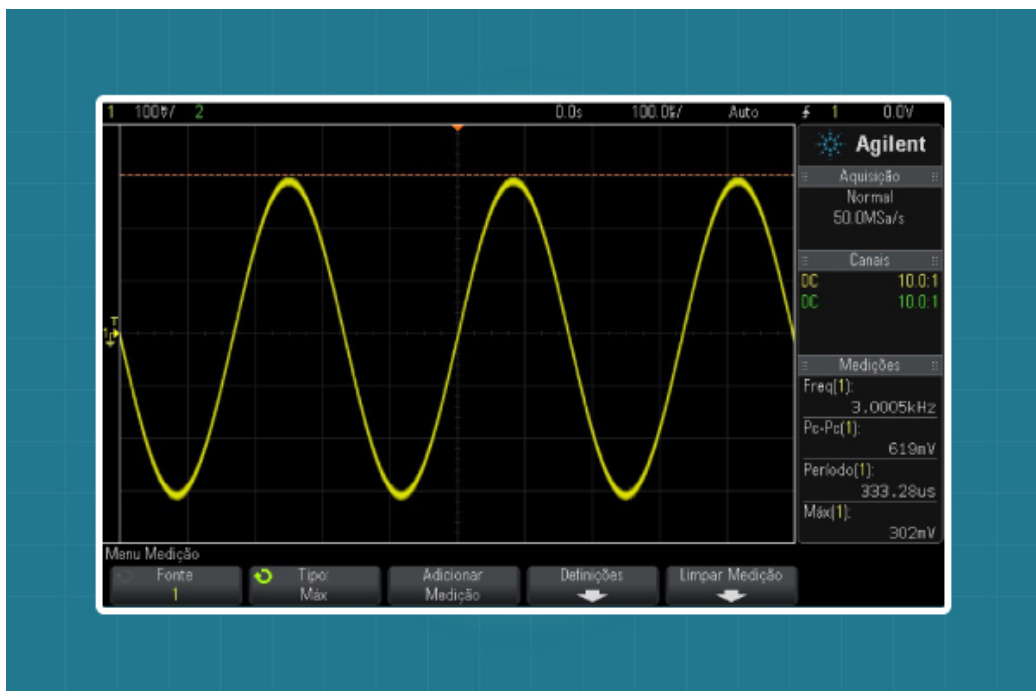

Figura 13 - Exemplo de um sinal medido por meio do osciloscópio.
2. Calcule amplitude máxima, período e frequência do sinal mostrado na Figura 13.